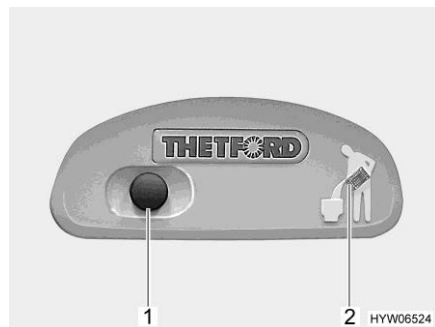

Bild 274 Spolknapp/kontrollampa
- För att spola, tryck på den blå spolknappen (Bild 274,1 resp. Bild 275,1).
- Efter spolning stängs spjället. Skjut för detta spjällspaken medurs. Kontrollampan (Bild 274,2 resp. Bild 275,2) lyser när latrintanken måste tömmas.